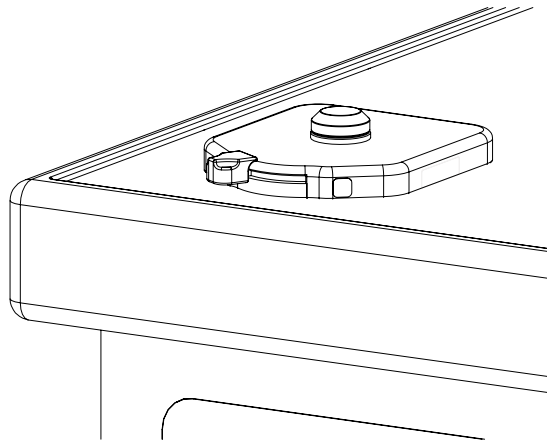

Figure 14: Installer la Base de Fixation Universelle sur un comptoir/chariot d'urgence
4. Retirer le gabarit de perçage et percer quatre (4) trous perpendiculairement, à l'aide d'une perceuse et d'une mèche 13/64 po D.
7. Placer la Base de Fixation Universelle sur le dessus de la surface d'installation (Figure 14), aligner les trous de vis, puis serrer en croix les quatre (4) vis en acier inoxydable 10-32 po enduits d'adhésif frein-filet de force moyenne (🔩) par le dessous de la surface d'installation à l'aide d'un tournevis approprié.